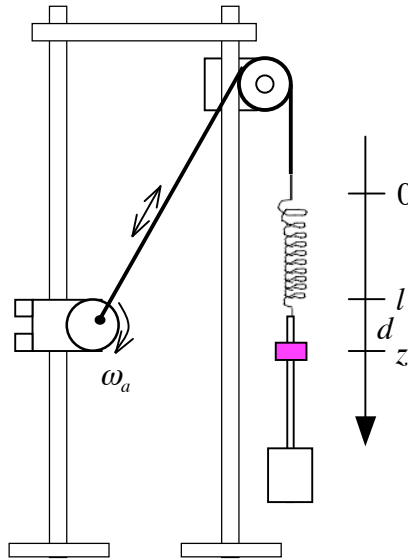

Figura 5: Sistema com oscilação forçada
e força a massa a oscilar com essa frequência (ver figura 5). Acontece que a amplitude de oscilação depende da frequência da rotação do disco. Para compreender de que forma a amplitude varia com a frequência convém começar por reescrever a equação de equilíbrio de forças aplicadas à massa tendo em conta a força excitadora $F_{ext} = F_0 \cos(\omega_a t)$. A equação (6) modifica-se e toma a seguinte forma